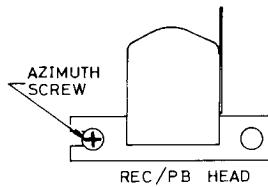

Fig. 1
- Insert Test Tape (LCT-3004-C or equivalent) into deck and play it back. Adjust azimuth screw (Fig. 1) to increase the output levels of both channels at playback to maximum and reduce the difference in output between left and right channels to minimum.
- Mettre en place et passer la bande d'essai (LCT-3004-C ou équivalente). Régler la vis d'azimut (Fig. 1) pour augmenter le niveau de sortie des deux canaux à la reproduction au maximum et pour réduire au minimum la différence entre les niveaux de sortie des canaux droite et gauche.